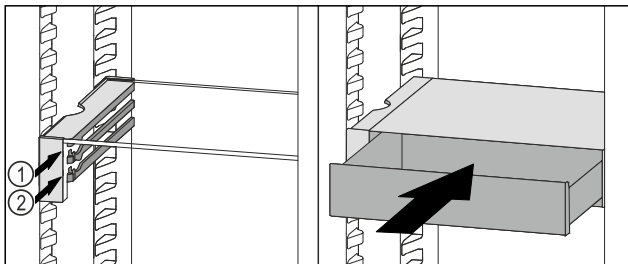

Fig. 136
- ▶ Zásuvku VarioSafe nasadte za zarážkami na požadovanom rebre Fig. 136 (1) alebo Fig. 136 (2).